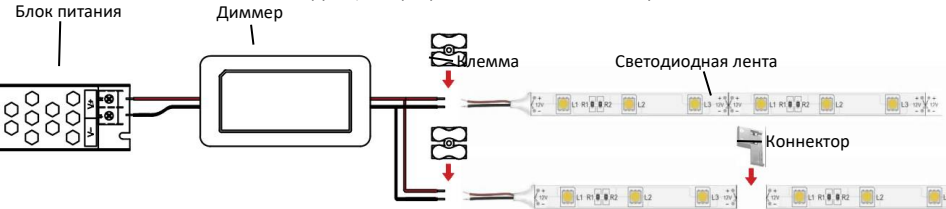

Рисунок 3 – Схема подключения диммера, на примере подключения светодиодной ленты.
- 5.1.5. Если необходимо разрезать ленту, используйте коннекторы Geniled, см. рисунок 3.